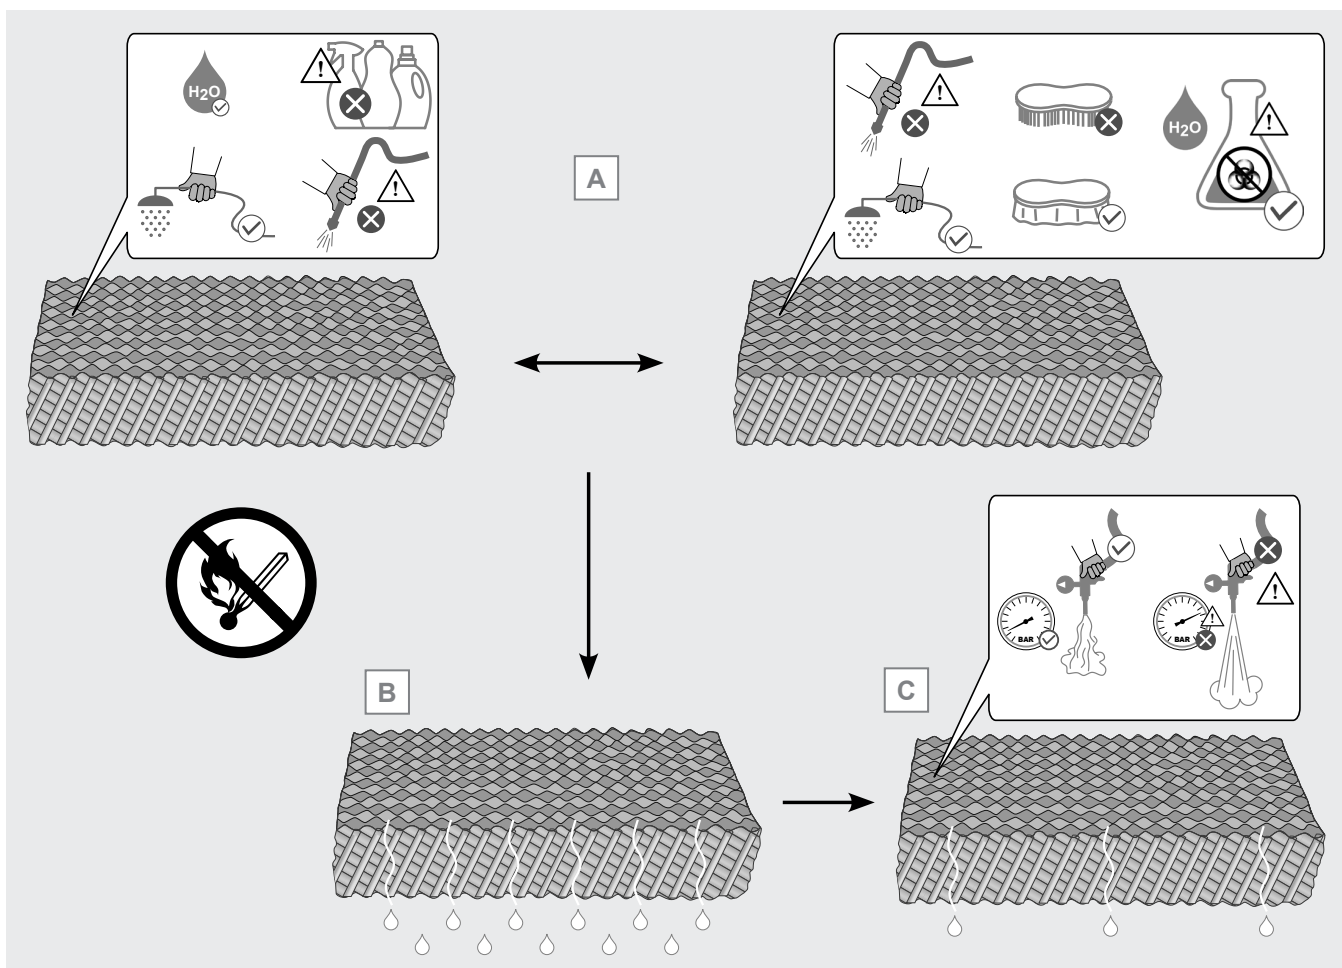

Figure 21
peuvent compromettre de façon permanente la structure du panneau et donc ses performances. Voir la Figure 21 A.
- 12.11.18 Après le nettoyage, laissez l'eau s'écouler du panneau pendant quelques minutes, voir la Figure 21 B. Si nécessaire, éliminer l'excédent d'eau à l'aide d'un jet d'air comprimé à basse pression. Veillez à ne pas endommager les panneaux avec une pression excessive, voir Figure 21 C.